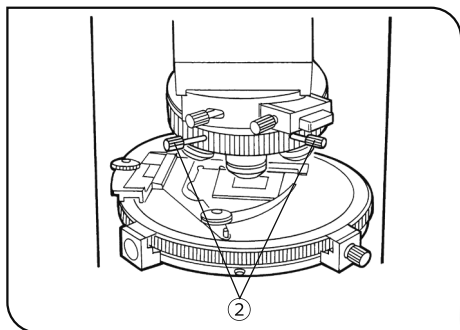

図 27
- 7) レボルバーに付属の心出しつまみ (2ヶ所) ②を、基準となる20×または10×対物レンズの心出し穴に挿入します。
8) 心出しつまみ②を回して、コノスコープ像の中心を接眼レンズのクロス線の中心に移動させます。(図27)